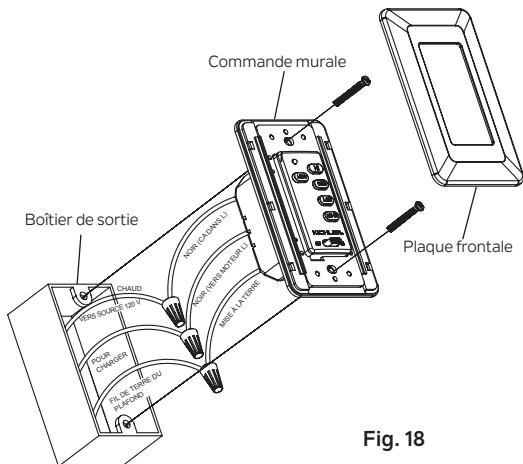

Fig. 18
**Étape 2.** Raccordez les câbles de la boîte de sortie aux câbles de la commande murale, à l'aide des connecteurs de fil fournis. (Fig. 18)